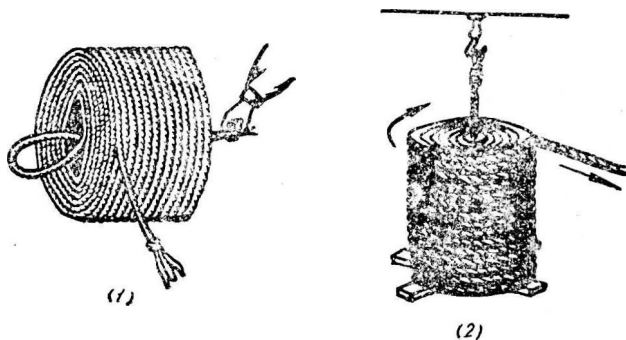

图1-4 解开绳捆法
2. 打开绳捆时，为避免缠绕，小规格的绳捆如图1-4(1)方法解开；直径在48毫米以上的绳捆如图1-4(2)的方法解开。